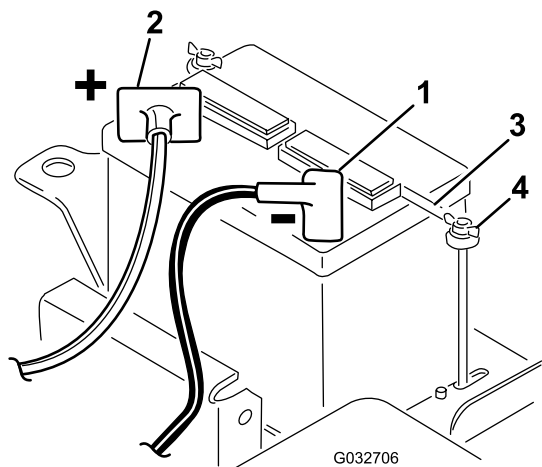

图5
2. 用电池正极接线红色连接启动马达线圈与电池的正极 + 图5。用托架螺栓和螺母进行固定。
5. 安装电池夹和垫圈用蝶形螺帽进行固定图5。